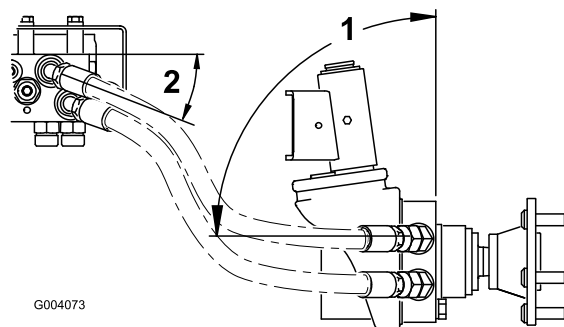

Figura 8
- Repita o procedimento para o motor da roda direita. Posicione as mangueiras como se mostra na Figura 8 e aperte todos as uniões da mangueira.